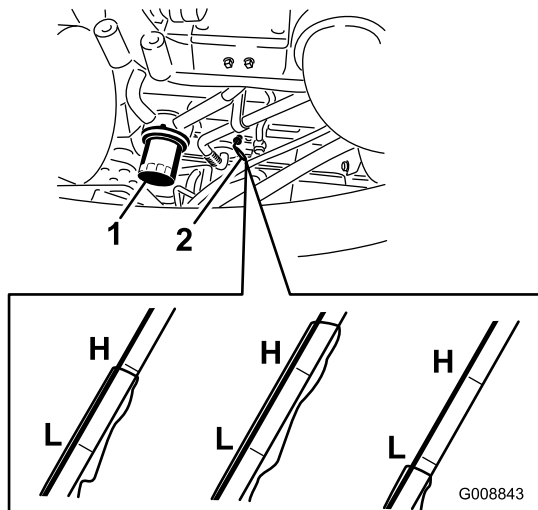

Figure 59
2. Sortez la jauge, essuyez-la sur un chiffon propre, replacez-la dans le goulot de remplissage, puis ressortez-la (Figure 59).
3. Déposez le filtre à huile (Figure 59).